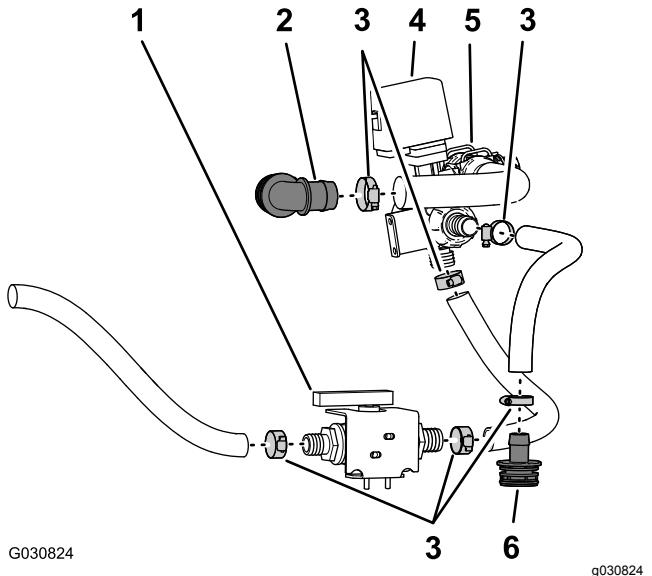

Bild 70
2. Entfernen Sie die Schlauchklemme, mit der der Schlauch am anderen Ende des Kugelventils befestigt ist (Bild 70).
3. Entfernen Sie die Schlauchklemme, mit der das gezahnte 90°-Anschlussstück am Schlauch vom Sicherheitsventil befestigt ist (Bild 70).
4. Entfernen Sie die Schlauchklemmen, mit denen der Schlauch zwischen dem geraden, gezahnten Anschlussstück und dem Rührwerkventil befestigt ist (Bild 70).
1. Entfernen Sie die Schlauchklemmen, mit denen der Schlauch zwischen dem Kugelventil und der Unterseite des Rührwerkventils befestigt ist (Bild 70).